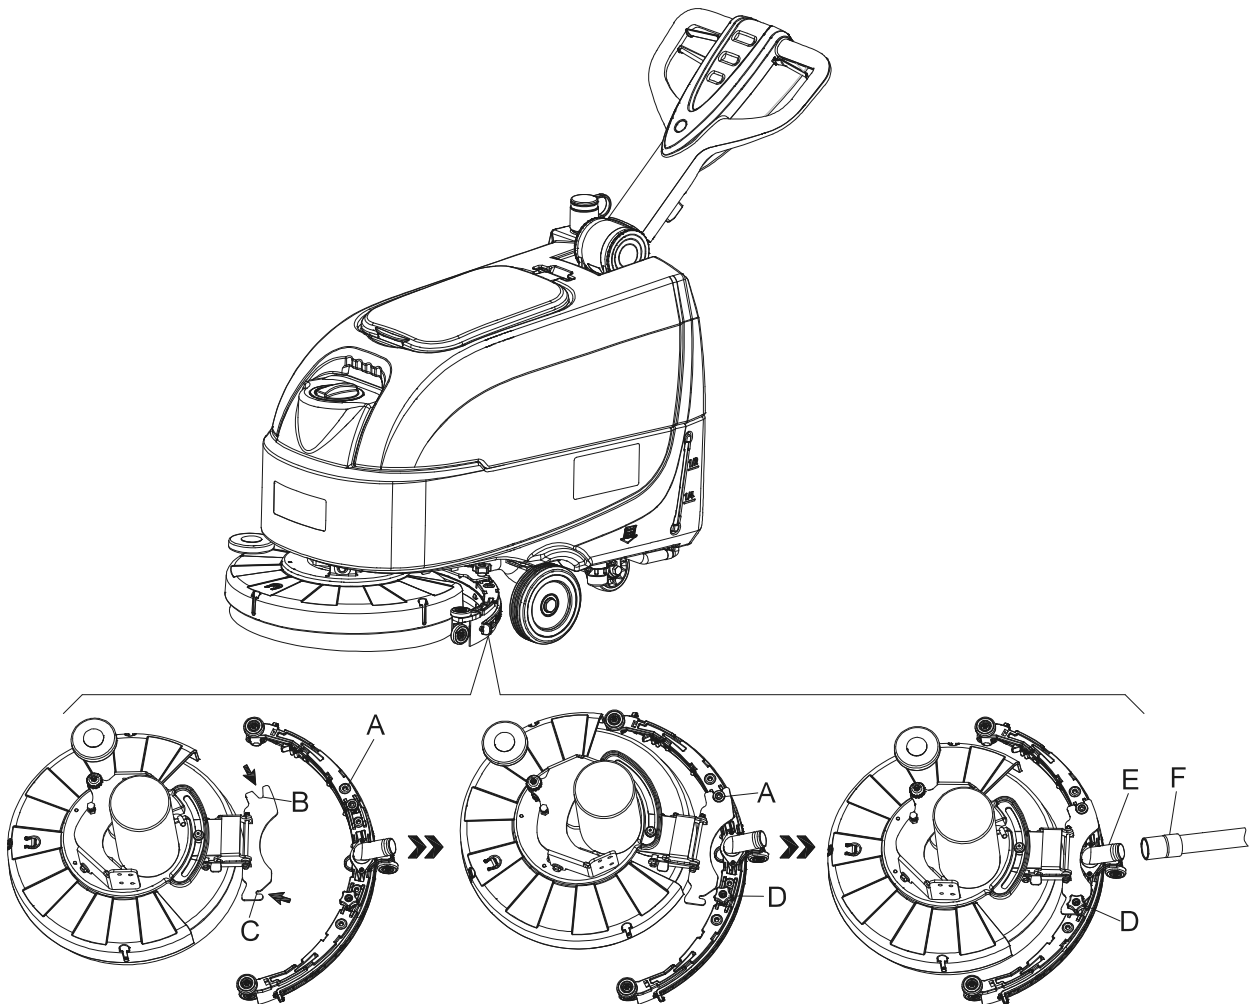

Figure 6
5. Fixez le goujon A sur l'ouverture B, puis fixez une autre vis C sur l'ouverture D, serrez le bouton de la raclette et branchez le flexible de vidange d'eau de récupération F au connecteur E (Figure 6).